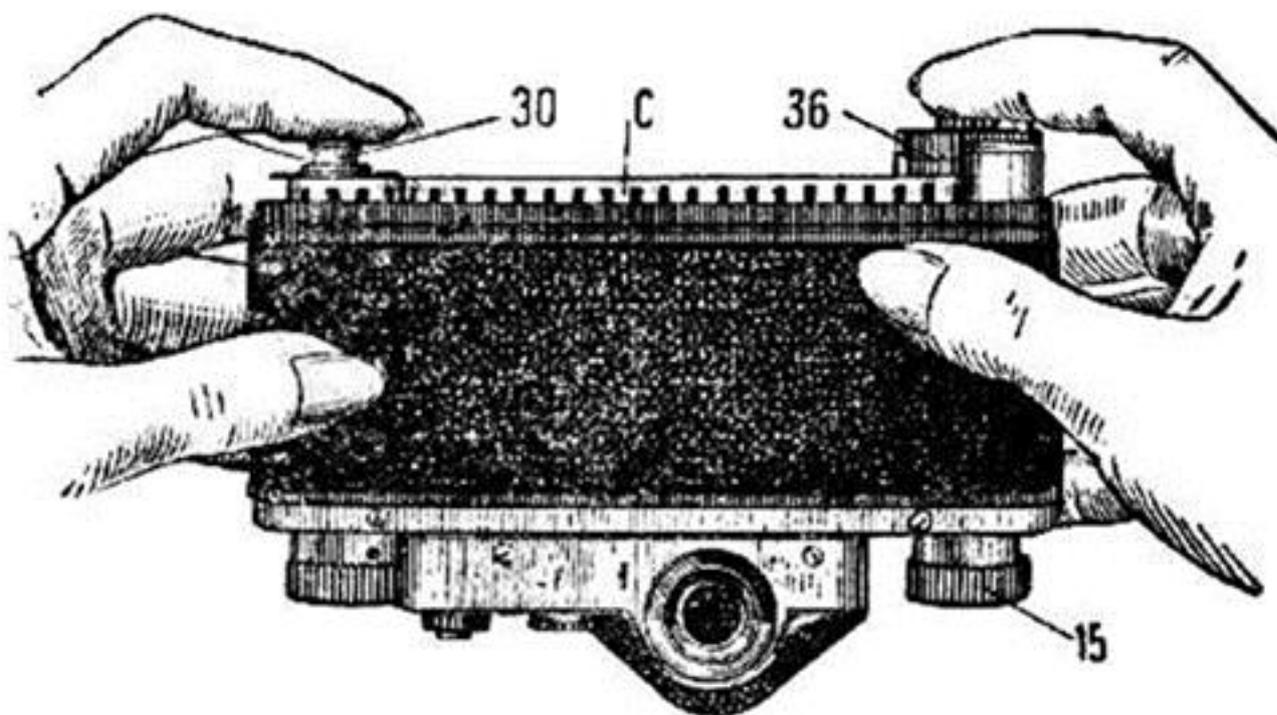

Рис. 11
4. Открытую камеру поставьте объективом от себя и, придерживая пальцами, как показано на рис. 11, введите пленку в щель «С», равномерно опуская катушку и кассету в гнезда. Если кассета не доходит до места, то следует повернуть головку обратной перемотки 15.